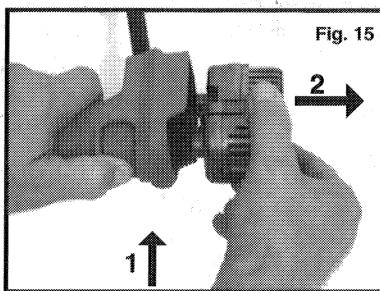

Fig. 15
- Oprima el seguro del regulador (el botón rojo que está cerca de la parte inferior del mango de la herramienta) y tire del regulador para sacarlo de la herramienta (ver la Fig. 15). (Será más fácil oprimir el seguro si ejerce presión sobre el regulador.)